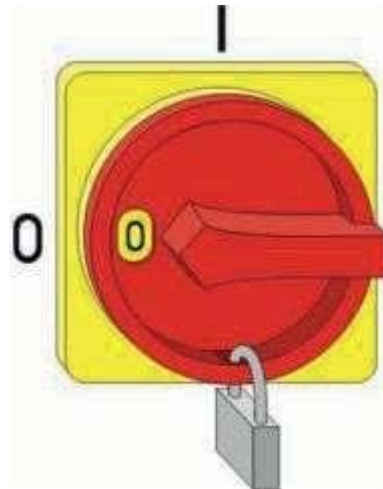

Рис. 26: Фиксация главного выключателя
2. ➔ Зафиксировать главный выключатель с помощью замка (Рис. 26).